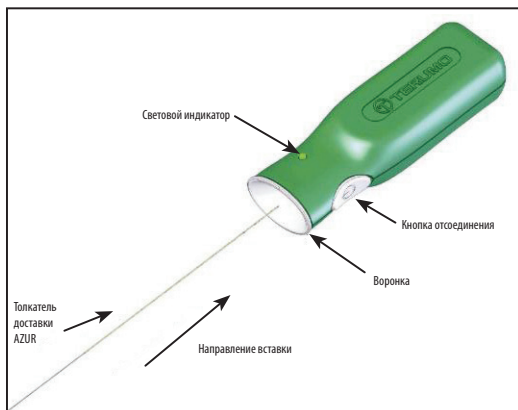

Рисунок 2. Контроллер отсоединения AZUR
- Перед использованием устройства отсоедините проксимальный конец толкателя доставки от упаковочного кольца. Будьте осторожны, чтобы избежать загрязнения этого конца толкателя доставки посторонними веществами, такими как кровь или контрастное вещество. Плотно вставьте проксимальный конец толкателя доставки в секцию с воронкой контроллера отсоединения AZUR. См. рисунок 2. **Не нажимайте кнопку отсоединения в это время.**
31. Подсоедините проксимальный конец толкателя доставки к контроллеру отсоединения AZUR, нажав вставив проксимальный конец толкателя доставки в секцию с воронкой контроллера отсоединения AZUR. См. рисунок 2.